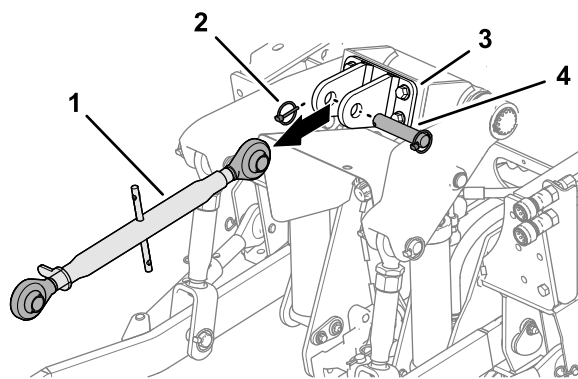

図 25
3. 上部リンクブラケットが付いている場合には、そこからリンチピン、クレビスピン、上側 3 点リンクを外す図 25。